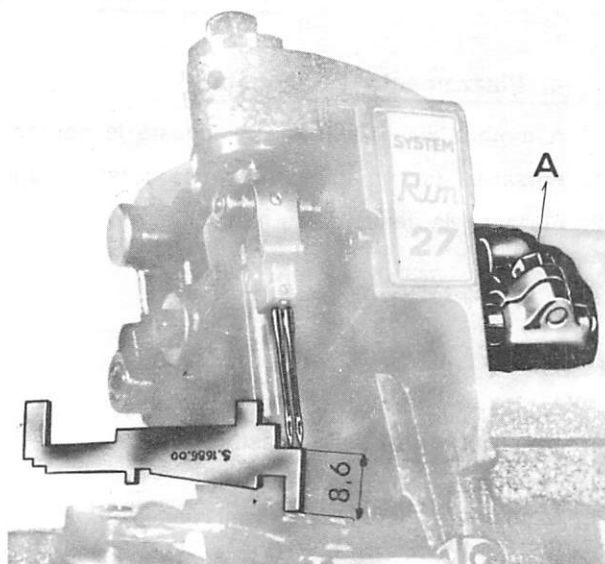

fig. 3
### 3. Posizionamento dell'ago (fig. 3):
- per effettuare correzioni in altezza del morsetto porta aghi agire sulla vite A (fig. 3), controllare con calibro S 1686.00.